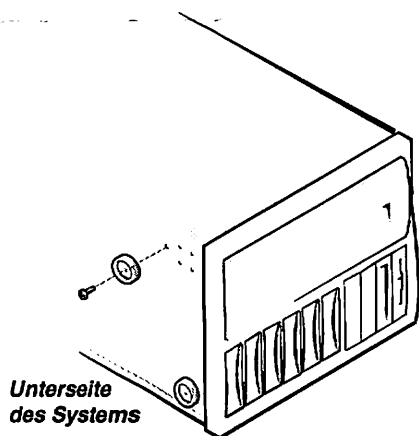

Abbildung 1. Schutzfüße entfernen
2. Die vier Gummifüße an der Unterseite des Chassis entfernen (siehe Abb. 1).